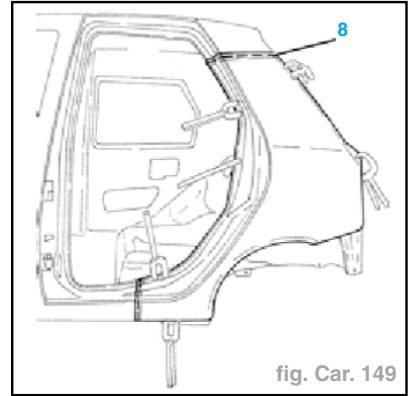

fig. Car. 149
- Tracer la ligne de découpe sur la partie supérieure du montant (1) (fig. Car. 149).